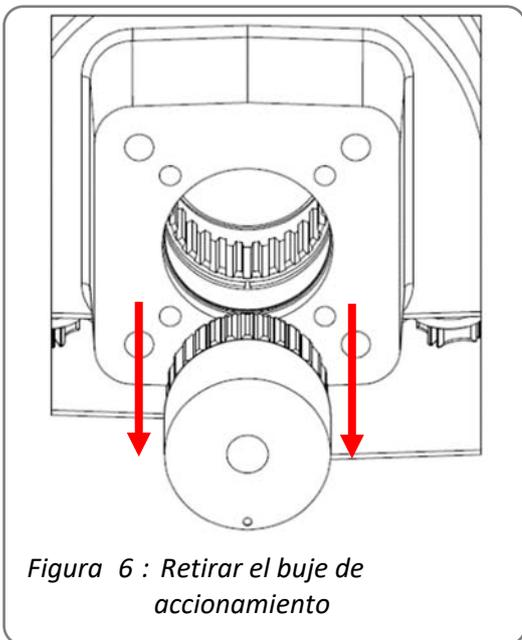

Figura 6 : Retirar el buje de accionamiento
- Coloque (A) el actuador con el buje de accionamiento en la caja de engranajes o (B) primero el buje de accionamiento y luego el actuador en la caja de engranajes (véase la figura 6 como referencia).